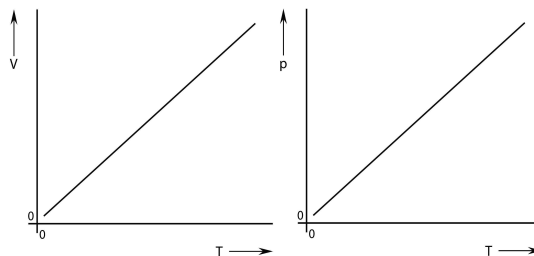

Abb. 3: Isobare Zustandsänderung (links) und Isochore Zustandsänderung (rechts)
Grafisch ergibt sich durch Auftragen von V gegen T ein linearer Verlauf (Abb. 3 links). Gl. (11) wird auch als Gesetz von Gay-Lussac bezeichnet.
Grafisch ergibt sich durch Auftragen von p gegen T ein linearer Verlauf (Abb. 3 rechts). Gl. (12) wird auch Gesetz von Amontons genannt.